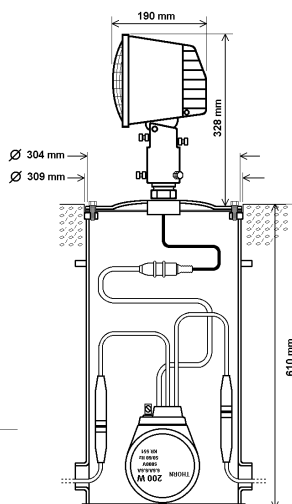

FIG 3
- Au niveau du sol avec bague de rupture sur pot FAA (Fig. 3).